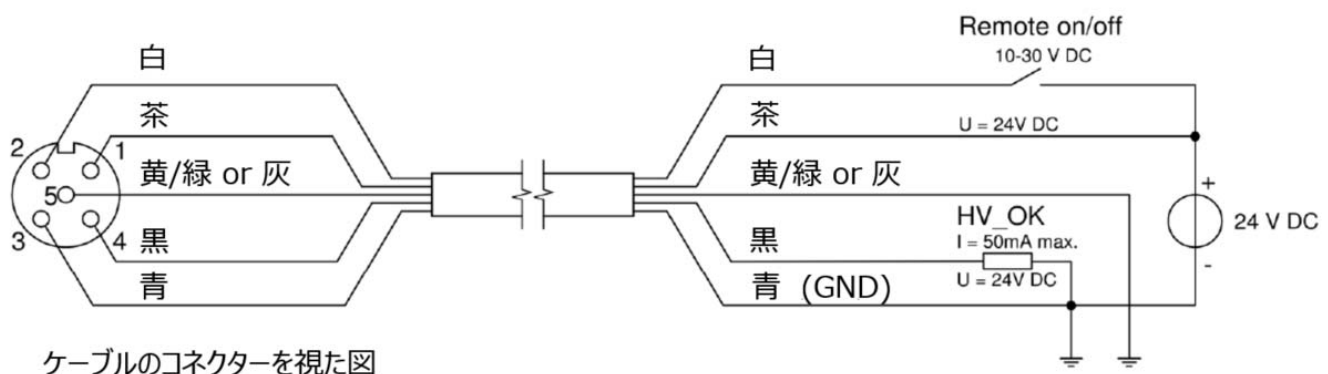

Figure 10: ThunderION (non-IQ)への結線
ThunderION (non-IQ)への結線方法を Figure 10 に示します。
- 5.6.2 Figure 10 に従い結線して下さい。